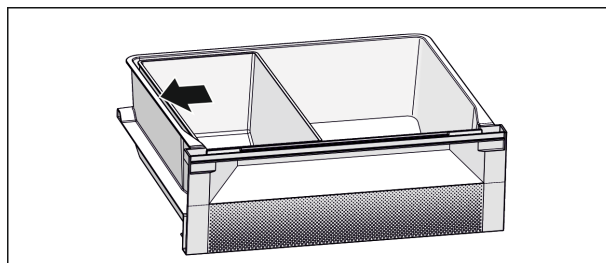

Fig. 73
- ▶ Për një funksion optimal të ftohjes: Poziciononi koshin Fish & Seafood siç tregohet në figurë (shihni Fig. 73).